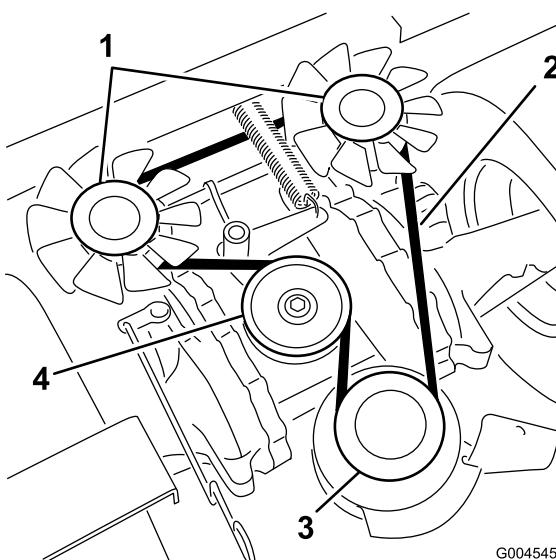

Figure 45
3. Pour remplacer la courroie, retirez le boulon de la butée d'embrayage et débranchez le fil de l'embrayage électrique (Figure 45).
4. Tirez sur la poulie de renvoi pour détendre la courroie sur la poulie de renvoi (Figure 45).
5. Retirez la courroie d'entraînement de pompe des poulies du moteur et des pompes (Figure 45).
6. Montez la courroie neuve sur les poulies du moteur et des pompes hydrauliques (Figure 45).
8. Relâchez la poulie rappelée par ressort (Figure 45).